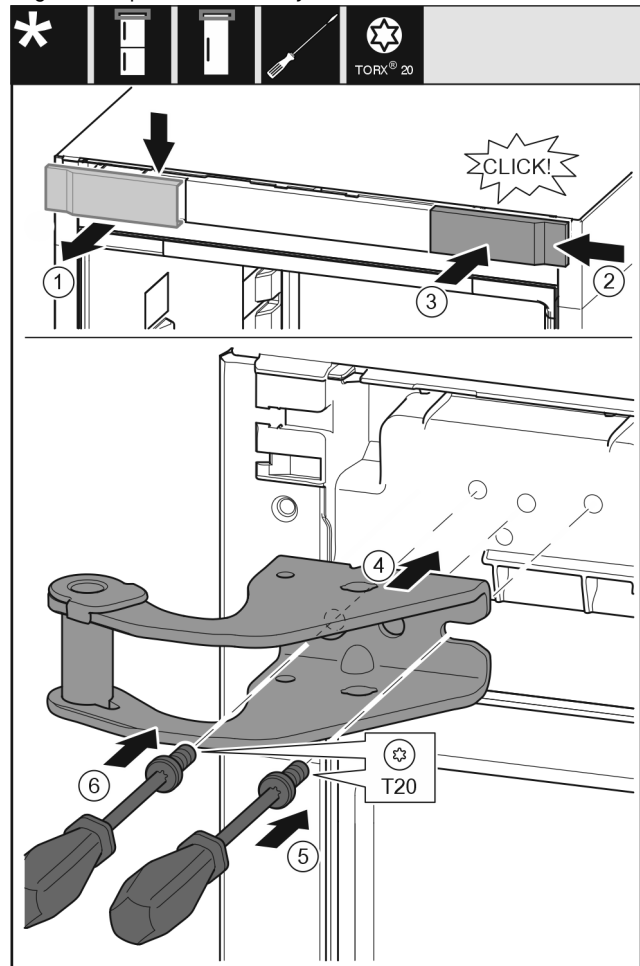

Fig. 12
- ▶ Afdekking Fig. 12 (1) van boven af naar voren lostrekken.
- ▶ Afdekking Fig. 12 (2) 180° gedraaid aan de andere zijde van rechts inhangen.
- ▶ Afdekking Fig. 12 (3) vastklikken.
- ▶ Bovenste lagerbok Fig. 12 (4) bevestigen.
- ▶ Schroef Fig. 12 (5) met schroevendraaier plaatsen en vastdraaien.
- ▶ Schroef Fig. 12 (6) met schroevendraaier plaatsen en vastdraaien.